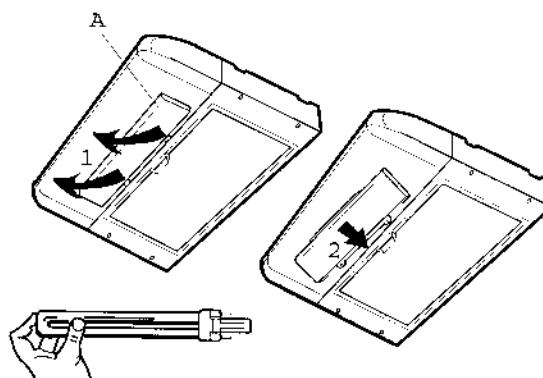

Рис. 3
1. Снимите защитное стекло лампочки (А), нажав на две защёлки по направлению вперёд (рис. 3).